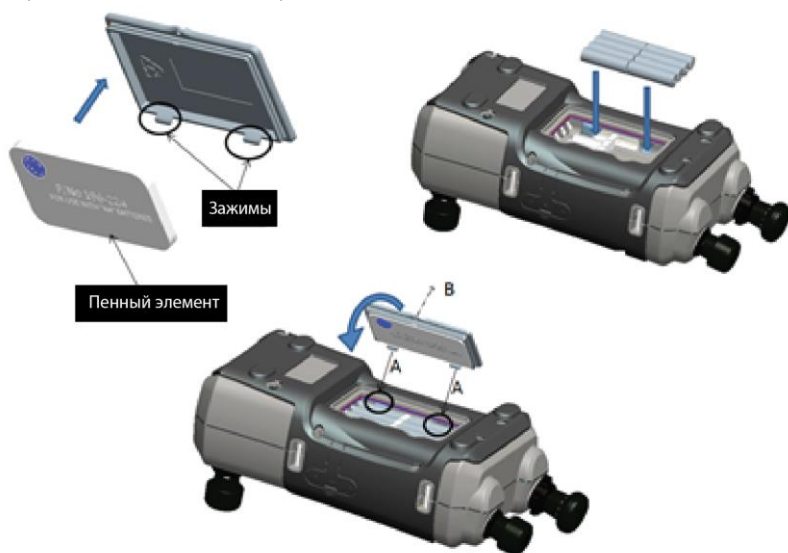

Рис. 4 Монтаж батарей с сухими элементами
7. Установите крышку батареи на место, вставив зажимы в отверстия (А) и закрыв крышку, после чего затяните крепежный винт (см. рис. 4).